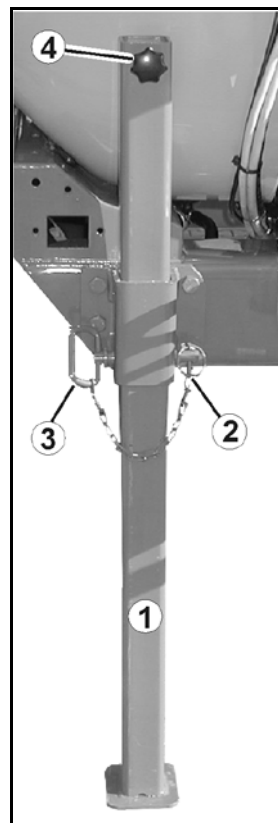

Fig. 42
Sistemul de comandă AutoTrail pentru păstrarea automată a urmei sesizează poziția unghiulară a proțapului (Fig. 42/1) spre direcția de mers a tractorului.
1. Introduceți bara unghiulară (Fig. 42/2) în bușă de material plastic (Fig. 42/3).
2. Introduceți traductorul pentru unghiul de rotație (Fig. 42/4) în dispozitivul de preluare (Fig. 42/5).